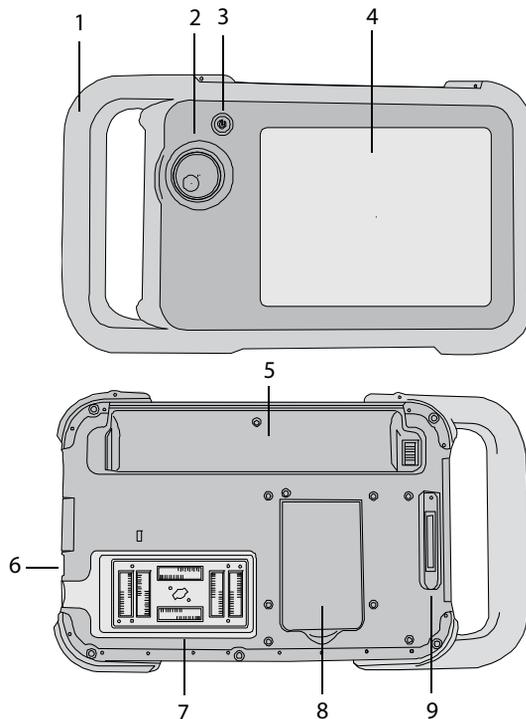

Figura 1 Parte anteriore (superiore) e posteriore del sistema (inferiore)
Il retro del sistema è dotato di un alloggiamento della batteria, di un comparto del trasduttore e di un connettore per la stazione NanoMaxx™. Sul lato sono disponibili due porte USB (consultare Figura 1 a pagina 1).
La stazione è dotata di porte per l'alimentazione, il cavo della stampante e altro. Si fissa al retro del sistema (consultare Figura 1 a pagina 1). Ogni porta presenta un simbolo che ne descrive l'utilizzo.
❖ Inserire la stazione nel connettore sul retro del sistema (consultare Figura 1 a pagina 1).
- Collegare il cavo di alimentazione CC dall'alimentatore alla relativa porta sulla stazione. Consultare Figura 1 a pagina 1.
Per evitare il rischio di scosse elettriche, non toccare il connettore del trasduttore (che si trova nel comparto del trasduttore) sul sistema quando il trasduttore non è collegato. Consultare Figura 1 a pagina 1.
- ❖ Inserire il dispositivo di archiviazione USB in una qualsiasi porta USB  del sistema. Consultare Figura 1 a pagina 1. Il dispositivo di archiviazione USB è pronto quando appare l'icona USB. Per ulteriori informazioni sul dispositivo, consultare la sezione "Impostazione dispositivi USB" a pagina 17.